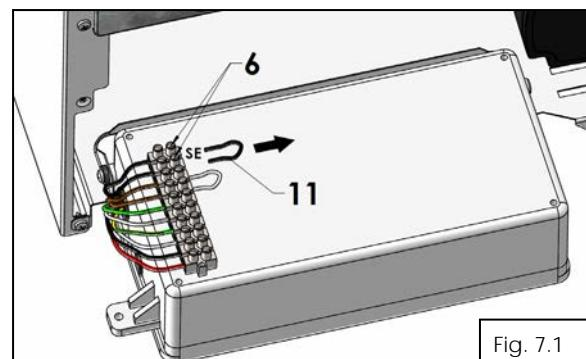

Fig. 7.1
- se indepartea cablul electric de legatura (puntea) conectat in continuitatea cablurilor de culoare negru (poz. 11 fig. 7.1);
- deschideți robinetului de umplere (fig.7.1), după care se deschide punctul de consum apa calda menajera.